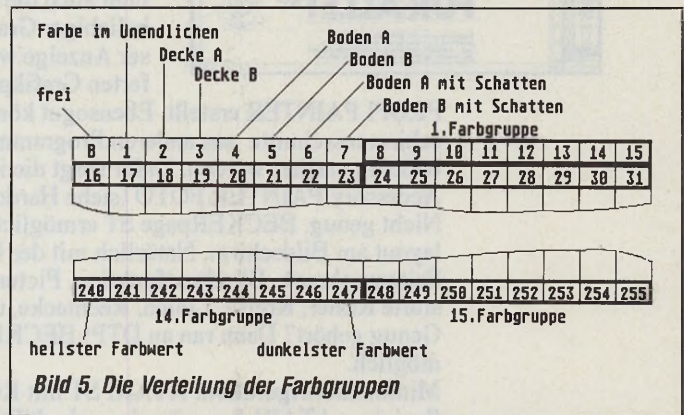

Bild 5. Die Verteilung der Farbgruppen
Die erste Gruppe mit den Farbnummern 0 bis 7 ist für die Unendlichkeitsfarbe (1) sowie für die Deckenfarben (2, 3) vorgesehen. Farbnummer 4 und 5 sind für das Bodenmuster bestimmt. Dort, wo die Kugeln Schatten auf den Boden werfen, sollten die Farben 4 und 5 in dunkleren Tönen erscheinen. Die abgedunkelten Farben liegen an den Positionen 6 und 7 in der 256 Mischfarbentabelle. Bild 5 zeigt das Schema.